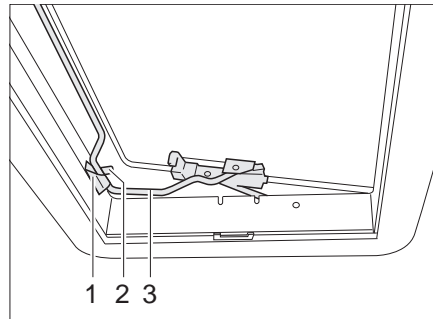

Bild 48 Heki-Dachhaube in Lüftungsstellung 2
- Bügel (Bild 48,3) in die Halterung (Bild 48,1) einlegen.
- Hebel (Bild 48,2) über den Bügel legen.